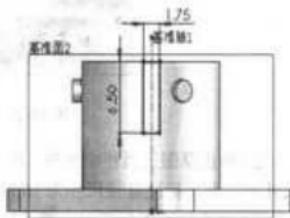

图 11-33 第二个定位缺口草图
(5) 保持“基准面2”的选取，单击标准视图工具栏中的 \diamond （正视于）工具，并单击 \diamond （草图绘制）工具，进入草图的绘制模式。
(6) 重复步骤(2)的操作，绘制第二个定位缺口草图，如图11-33所示。